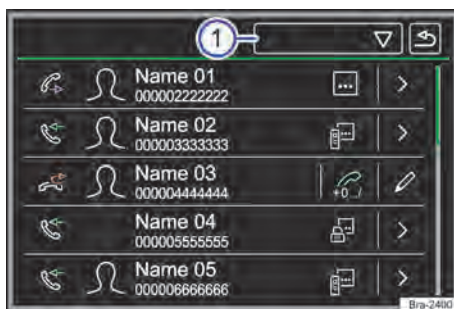

Fig. 164 Menú Llamadas (listas de llamadas).
Tocar el botón de función **☑** → fig. 164 ①.